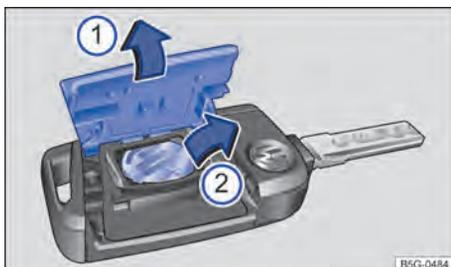

Fig. 54 Chave do veículo: substituir a pilha-botão.
Legenda para Fig. 54:
- Levantar a cobertura → Fig. 54 1 → 1.
- Alavancar a pilha-botão para fora do compartimento da pilha → Fig. 54 2.
- Pressionar a cobertura na carcaça → Fig. 54 1.